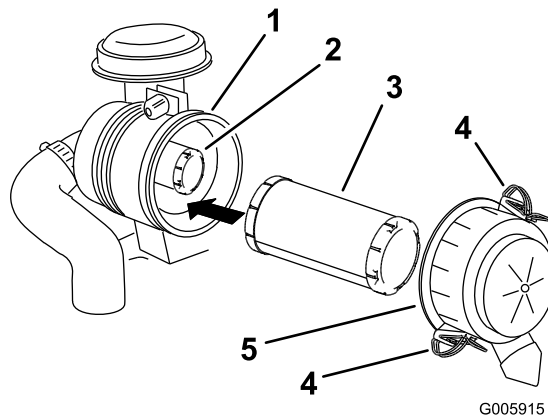

Figure 49
3. Ouvrez les dispositifs de verrouillage du filtre à air et séparez le couvercle du corps du filtre (Figure 49).
5. Sortez l'élément principal du corps du filtre avec précaution (Figure 49).
2. Si vous remplacez l'élément intérieur, insérez-le avec précaution dans le corps du filtre (Figure 49).
3. Placez ensuite l'élément principal sur l'élément intérieur avec le même soin (Figure 49).
- Fixez le couvercle avec les verrous (Figure 49).